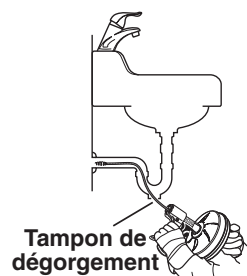

Figure 5
- Pour les autres bassins, il sera peut-être nécessaire de retirer un tampon de dégorgeur ou un bouchon (Figure 5). N'oubliez pas de placer un récipient sous le tampon pour récupérer les fuites d'eau éventuelles.